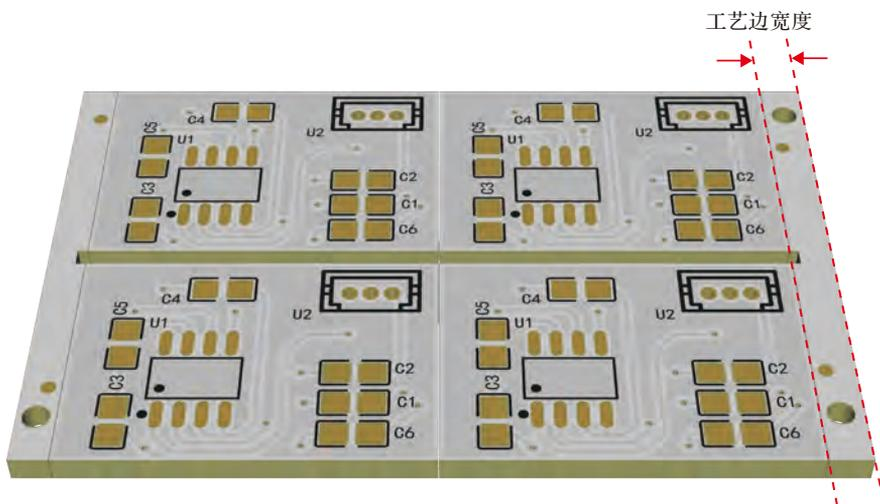

图 8-23 练习题 8 图
8. 嘉立创使用设备加工 V 割拼板 PCB，设备刀刃与轨道边的最小间距为 3mm。李工在 PCB 拼板两侧设计了需要 V 割的工艺边，为保证产品可被正常加工，工艺边宽度（见图 8-23）设计成以下哪个参数更合适？（ ）